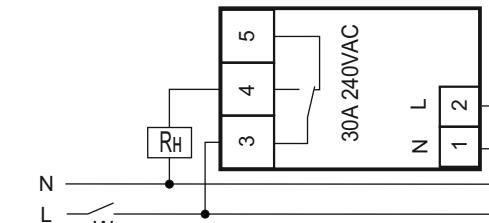

Рис.1 Схема подключения реле RN-01-30
**8.2.** Подключить нагрузку к изделию (см. рис.1). Для этого используйте одножильный или многожильный провод с двойной или усиленной изоляцией сечением, соответствующим мощности нагрузки. Переменное фазное напряжение **220 В, 50 Гц** подается на контакты **L** и **N** изделия и на замыкающие контакты. Напряжение может подаваться через выключатель **W** или напрямую.